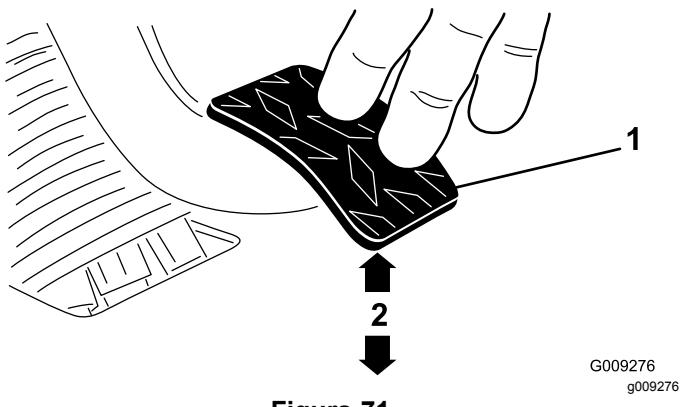

Figura 71
3. Ajuste as porcas ou as juntas até que a extremidade traseira do pedal de embraiagem esteja a 9,2 a 9,8 cm da parte superior da chapa do piso, aplicando uma força de 1,8 kg no pedal (Figura 71).